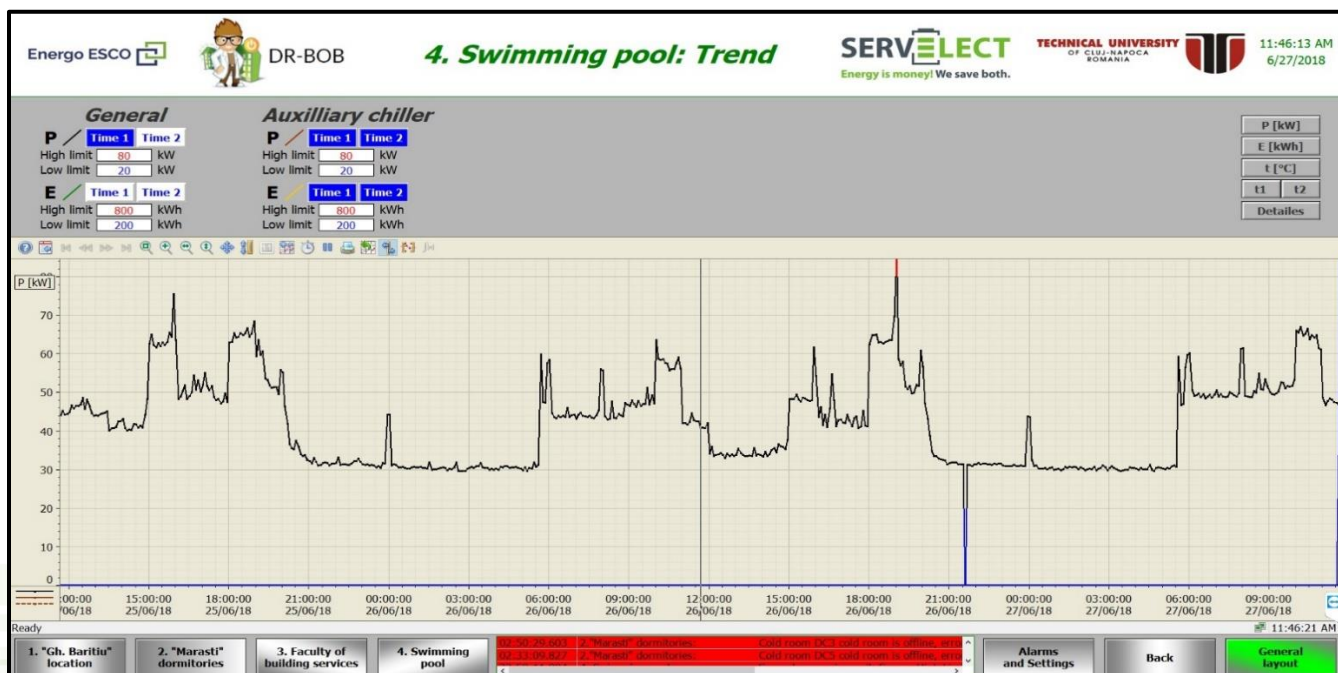

Fig.15a. Trend Natație
- Trend- conduce la fereastra din Fig.15a.